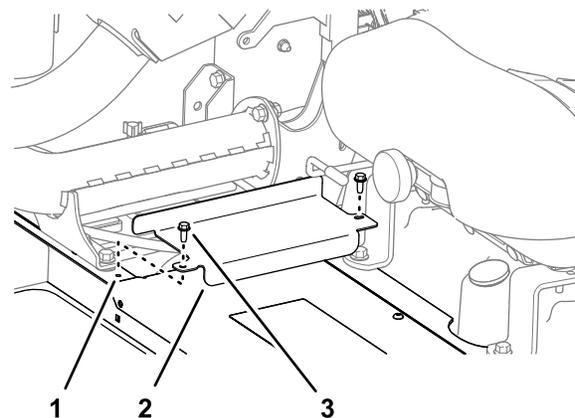

Figura 6
1. Retire os dois parafusos de cabeça flangeada ($\frac{1}{4}$ pol. x $\frac{5}{8}$ pol.) que prendem a cobertura interior da bateria à estrutura da máquina (**Figura 6**).
2. Retire a cobertura interior da bateria da máquina (**Figura 6**).